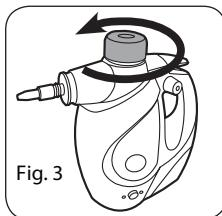

Fig. 3
1. Posizionare il pulitore sulla superficie piana. Se risulta necessario di aggiungere l'acqua durante o dopo l'uso dell'apparecchio, leggere prima le istruzioni nel capitolo „Integrazione dell'acqua nell'apposito contenitore durante l'uso“. Una volta l'apparecchio si è raffreddato, si riduce la pressione del vapore al suo interno e la chiusura della bocca di riempimento si svilta facilmente. Svitare la chiusura nel senso antiorario (Fig. 3).